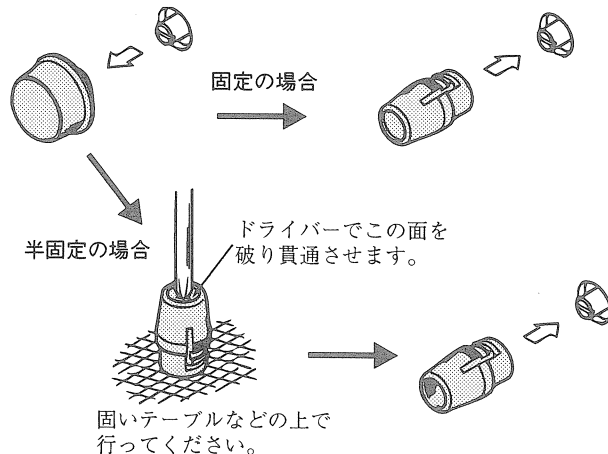

図2-9 ガードキャップの取り付け
- ① OUTPUTスイッチがOFFになっていることを確認します。
- ② POWERスイッチをONにします。
- ③ LIMITスイッチを押したまま、出力（電圧および/または電流）を希望する値に設定します。ここでは、大まかな設定でかまいません。
- ④ 出力設定（VOLTAGEおよび/またはCURRENT）つまみを回さないようにして引き抜きます。
- ⑤ LIMITスイッチを押したまま、マイナスドライバーを使って出力を希望する値に設定します。
- ⑥ 外したつまみの代わりにガードキャップをはめ込みます。
- ⑥ 図2-9のようにプラスドライバーなどでガードキャップを貫通させます。
- ⑦ 外したつまみの代わりにガードキャップをはめ込みます。